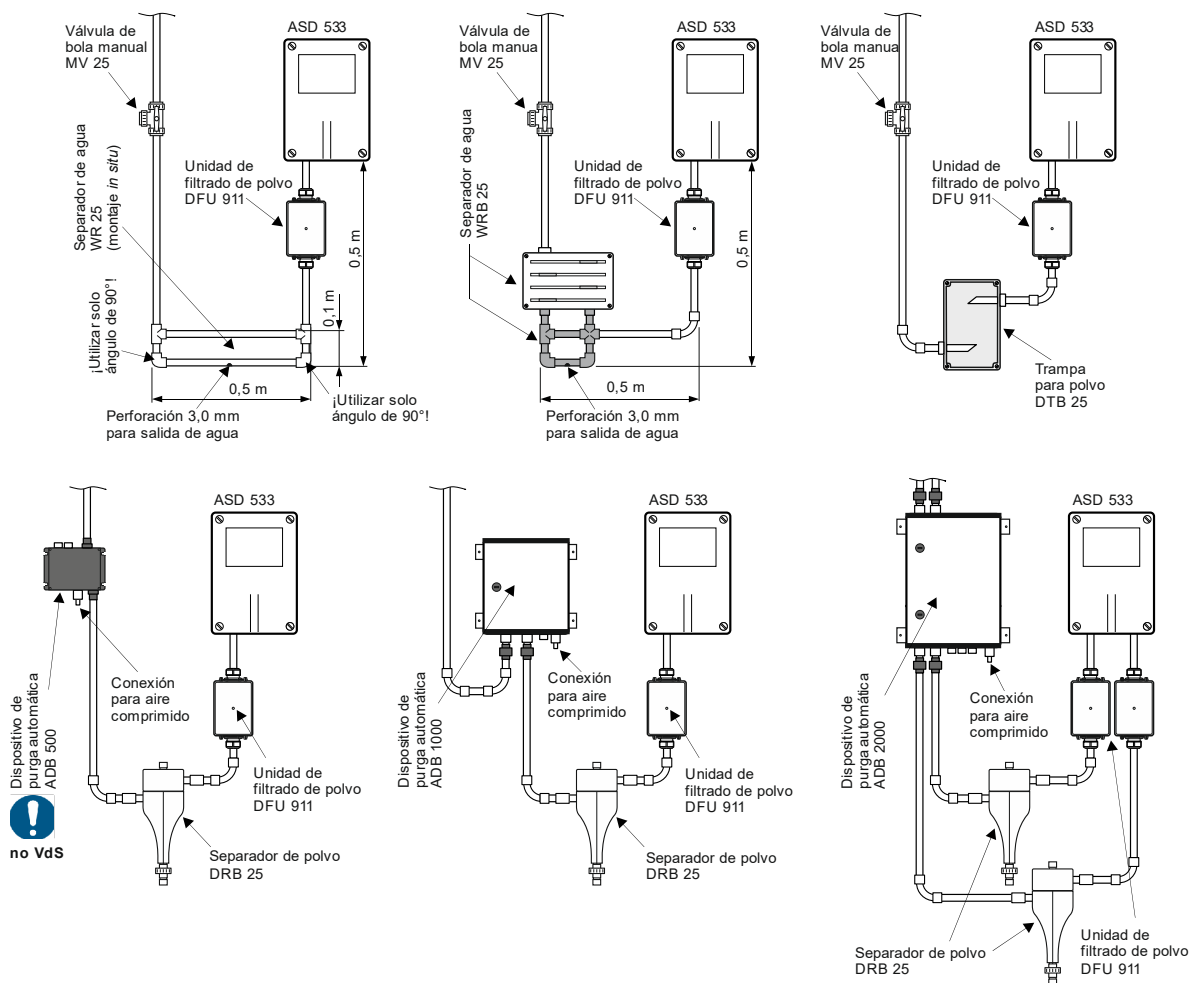

Fig. 29 Montaje de accesorios
- Deben respetarse las posiciones de montaje del separador de agua, la trampa para polvo y el separador de polvo, tal como se muestra en la Fig. 29.